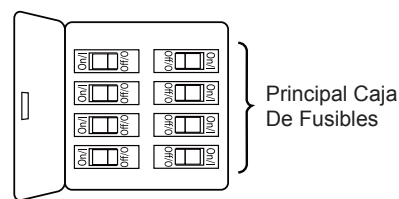

Figura 1
### Uso de perfil bajo (Figura 1)
1. Extraiga las cuatro pestañas estabilizadoras y la bolsa de plástico del motor. Deshágase de las pestañas estabilizadoras. (Figura 1)
1. Extraiga la pieza de la bola colgante de la unidad de la bola colgante / varilla aflojando el tornillo de presión de la bola colgante hasta que la bola se libere de la varilla. Retire el pasador del barral y luego extraiga la semiesfera. Conserve el pasador y la semiesfera para su reinstalación en el Paso 6. (Figura 1)
Para evitar una posible descarga eléctrica, asegúrese de cortar la alimentación eléctrica de la caja de fusibles principal antes de colgar el ventilador. (Figura 1)
1. Para configurar el código de unidad del receptor. Deslice los interruptores de código a las mismas posiciones que en el transmisor. (Figura 1)
1. Instale la cubierta rotando la ranura clave en la cubierta sobre el tornillo de hombro del soporte del gancho, teniendo cuidado de no pillar los cables. Fije el tornillo de hombro. Instale adecuadamente y fije el segundo tornillo de hombro que fue anteriormente guardado. (Figura 1)
1. Extraiga uno de los tres tornillos del soporte ubicado en la parte inferior de la unidad del motor y guarde los tornillos para pasos posteriores. Afloje levemente los otros dos tornillos. Instale la ensamble de la placa de iluminación en el soporte utilizando las dos el soporte utilizando las dos ranuras principales. Vuelva a colocar el tercer tornillo y asegure apriete. (Figura 1)
1. **IMPORTANTE:** El uso de un regulador de la intensidad completa (no incluido) para controlar la velocidad del ventilador dañará el dispositivo. Para reducir el riesgo de incendio o descarga eléctrica, no utilice dicho regulador para controlar la velocidad del ventilador. (Figura 1)